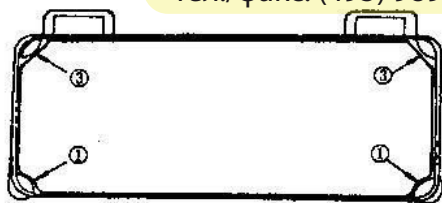
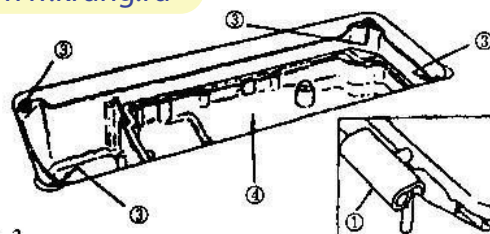
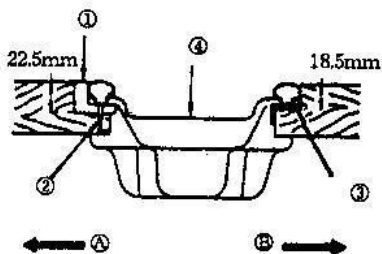
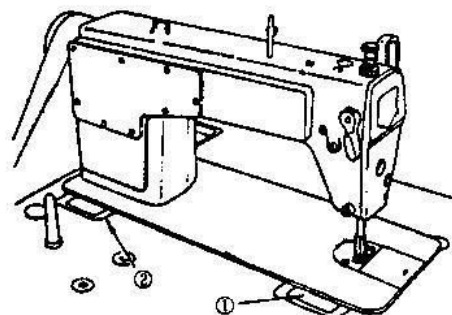

Рис. 1
Рис. 3
Рис. 2
Рис. 4
1. УСТАНОВКА МАШИНЫ (Рис.1, Рис. 2, Рис. 3, Рис. 4)
2. Закрепите две резиновых опоры (1) на стороне «А» (сторона оператора), пользуясь гвоздями (2), как показано наверху. Закрепите две опоры-подушки на стороне «В» (навесной стороне, пользуясь гвоздями (2). Затем положите поддон на закрепленные опоры (Рис. 1, Рис. 2).
3. Закрепите петлю (1) в отверстии стола и подгоните головку машины к резиновой навеске стола (2), прежде чем установить головку на подушке в четырех углах (Рис. 3, Рис. 4).